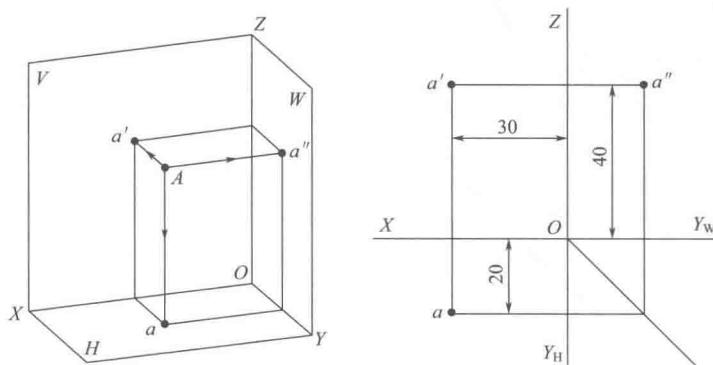

图 1-2 点的 X、Y、Z 坐标与长、宽、高尺寸的关系
① 形成立体表面形状和内部结构的基本几何元素是点、线、面，因此，循序渐进地弄清它们的投影规律很有必要。
② 点的三面投影依然遵循九个字“长对正、高平齐、宽相等”的三等规律。
③ 在数学中，空间点的位置往往用 (X, Y, Z) 三个空间坐标来表示，而在工程图纸中，是用长、宽、高三个空间尺寸来表达。例如，空间 A 点的坐标是 $(30, 20, 40)$ ，则工程图纸表示 A 点所处的空间位置：长度尺寸为 30、宽度尺寸为 20、高度尺寸为 40。如图 1-2 所示。